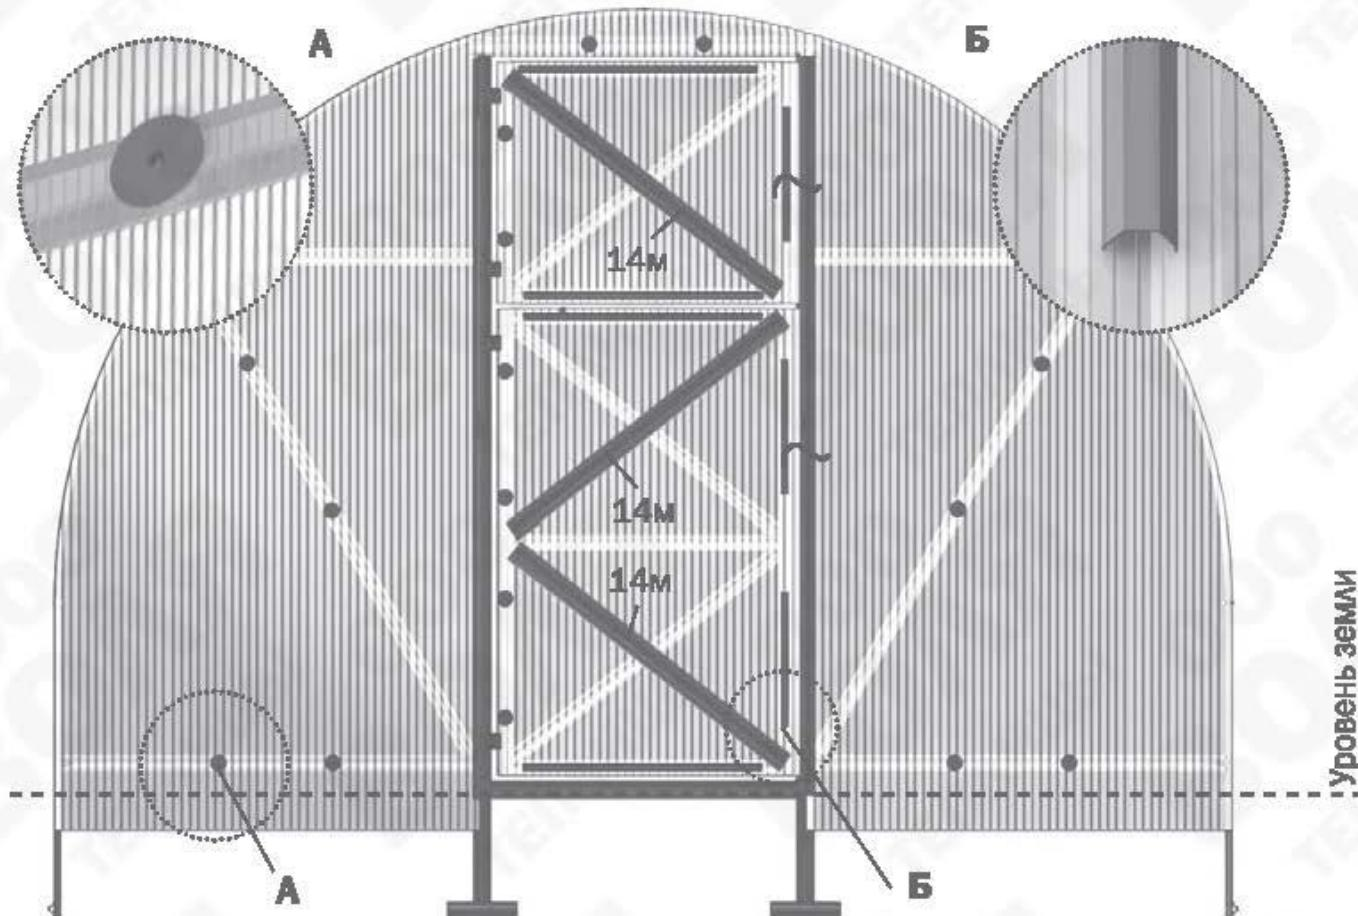

Рис. 23
- 2.** Установите боковые куски покрытия торца в соответствии с **рис.15**. Придерживая кусок покрытия, закрепите его винтами с шайбами по деталям **11** и **8** (**рис.23**). Отверстия для винтов выполняются сверлом диаметром 4 мм изнутри теплицы через готовые отверстия в деталях каркаса.
- 5.** Закрепите куски покрытия на форточки и двери прижимами и шайбами (**рис.23**), предварительно закрыв соты (оклеив их скотчем). По сторонам, противоположным петлям покрытие должно выступать за каркас на 15 мм (**рис.22**). Профили уплотнительные устанавливаются по контуру дверей и форточек в соответствии с рисунками **19...22**.
6. Шайбы и прижимы на торце устанавливаются в соответствии с рис.23.
Покрытие, закрепляется винтами с шайбами в соответствии с рис. 23а. В некоторых деталях остаются свободные отверстия, по ним винты с шайбами не устанавливать!
Рис. 23а